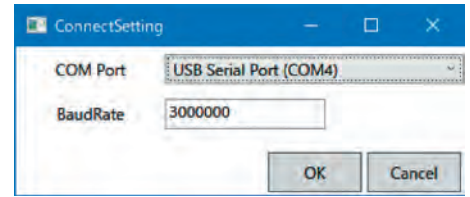

Рис. 5. Диалоговое окно установки подключения
5. Настроить подключение (рис. 5), выбрав в поле со списком портов COM-порт, USB-порт. В поле ввода **BaudRate** («Скорость передачи») ввести 3000000.